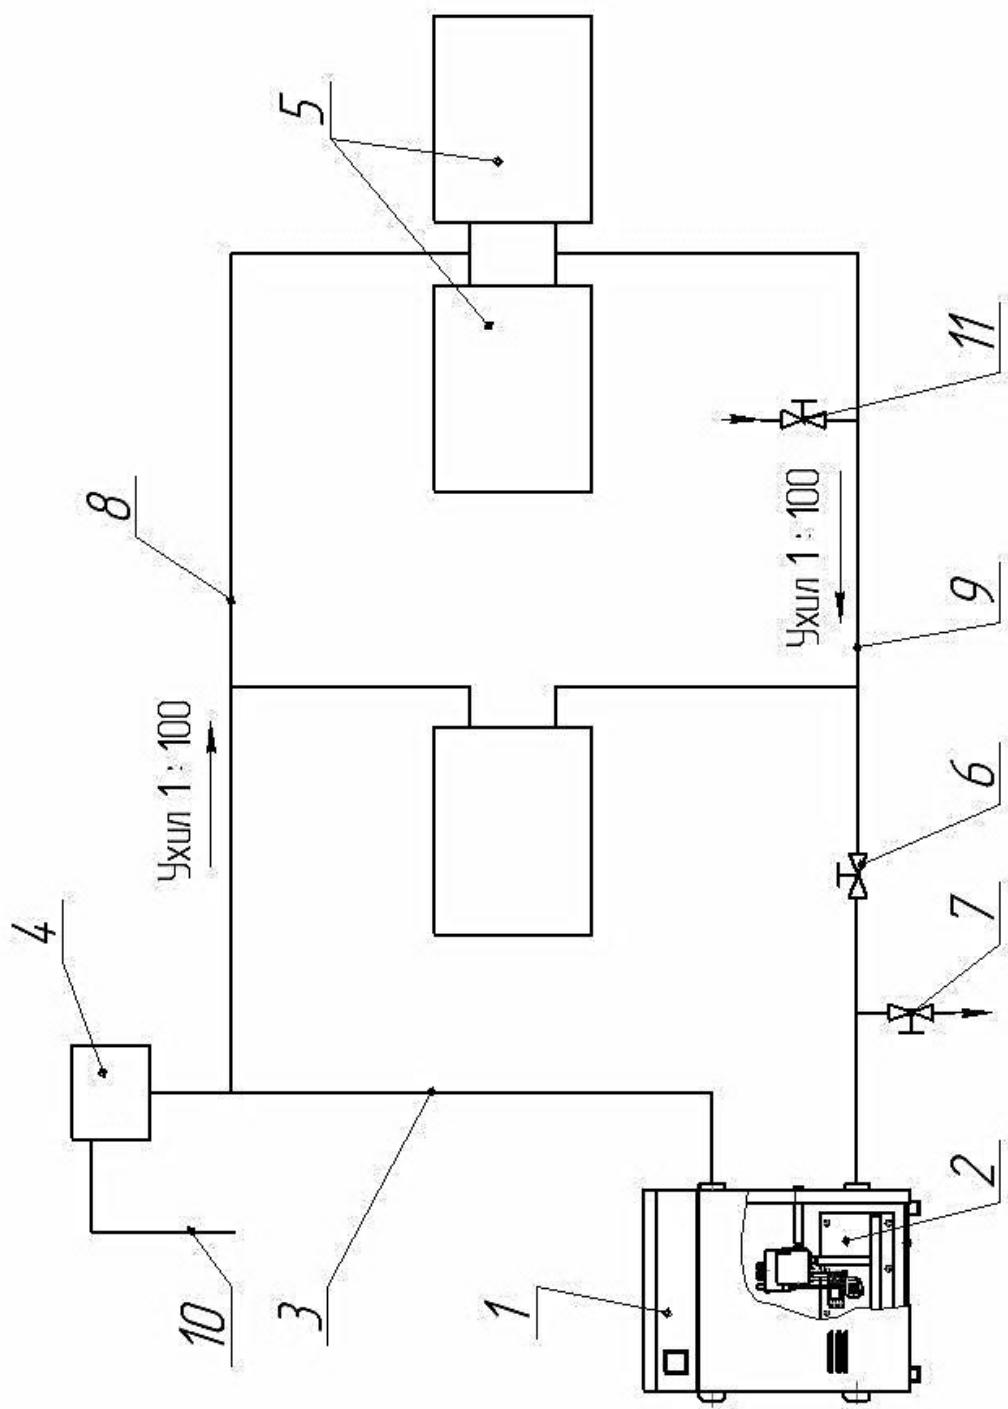

Рисунок 4 – Принципова схема підключення котла КС-Г до системи опалення з природною циркуляцією теплоносія
- перевірити, чи відкритий пробковий кран 6 (рисунок 4);
- за допомогою триходового крана 9 рис. 4а – від'єднати тепломережу;
5.5.1 В системі опалення обов’язкова наявність розширювального бака за-критого або відкритого типу. В системах опалення відкритого типу розширювальний бак 4, згідно з рисунком 4, повинен бути розміщений у найвищій точці системи і встановлений в опалювальному приміщенні. При встановленні розширювального бака в приміщенні, що не опалюється, його необхідно утеплити, щоб уникнути замерзання. Місткість розширювального бака повинна бути менше 5% об’єму води системи опалення. В системах опалення закритого типу, крім розширювального баку 4 (рис. 4а), обов’язково установка манометра 2 та запобіжного клапану10.
Рисунок 4а – Схема підключення котла до опалювальної системи з примусовою циркуляцією теплоносія
8.1.1 Наповнення закритої системи опалення, з примусовою циркуляцією теплоносія, потрібно виконувати за допомогою вентиля 15, згідно з рис. 4а, до появи в системі надлишкового тиску $0,08 \dots 0,1\text{МПа}$ ($0,8 \dots 1\text{кгс/см}^2$) на шкалі манометра 2, при робочій температурі теплоносія. Наявність в закритій системі запобіжного клапана 10 налаштованого на тиск $0,2 \dots 0,25\text{МПа}$ ($2 \dots 2,5\text{кгс/см}^2$) – **обов'язкова**.